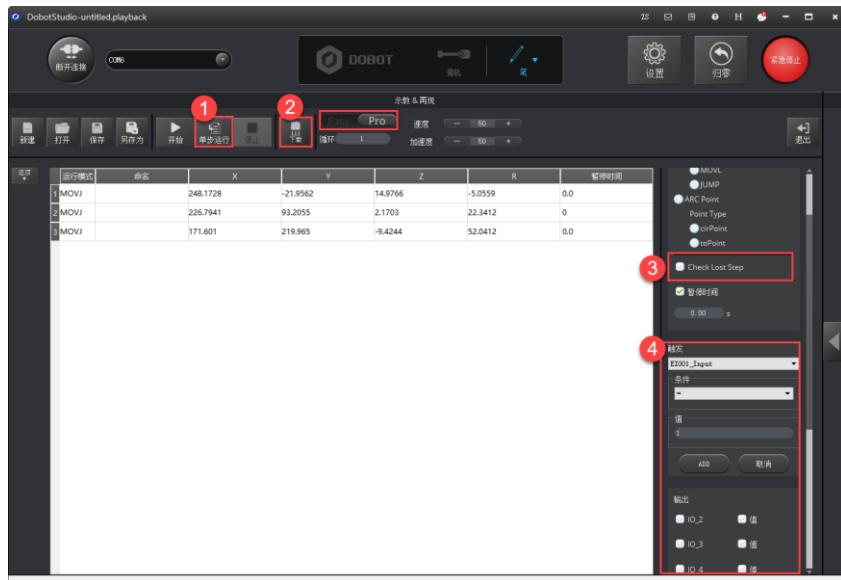

图 5.19 示教再现高级模式界面
- Pro模式：通过单击“Easy/Pro”按钮从当前的示教再现Easy（普通）模式切换至Pro（高级）模式，如图 5.19所示。在高级模式下除了可以实现默认Easy模式下的功能，还可以执行单步运行、检查机械臂是否丢步、脱机运行和I/O复用功能。详细功能如表 5.9所示。